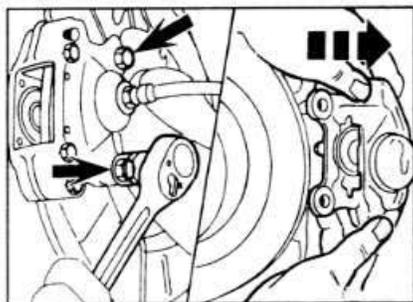

Рис. 9.39. Расположение болтов крепления заднего суппорта.
- Отвинтите 2 болта крепления суппорта и снимите его с диска (см. рис. 9.39).